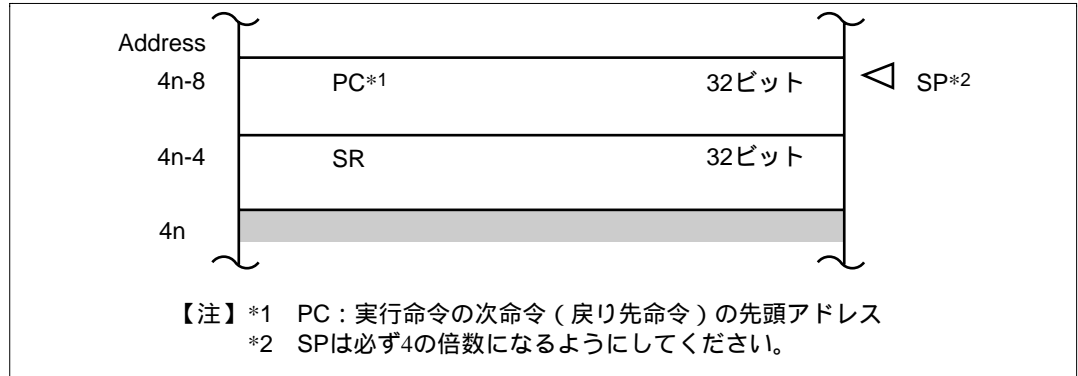

図 6.4 割り込み例外処理終了後のスタック状態
- (1) 割り込みコントローラに対して、各割り込み要求元から割り込み要求信号が送られます。
- (2) 割り込みコントローラでは、送られた割り込み要求の中から、割り込み優先レベル設定レジスタ A~H (IPRA ~ IPRH) に従って最も優先順位の高い割り込みが選択され、それより優先順位の低い割り込みは無視*されます。このとき、同一優先順位に設定された割り込み、または同一モジュール内の割り込みが複数発生した場合は、表 6.3 に示す「デフォルト優先順位」と「IPR 設定単位内の優先順位」に従って、最も優先順位の高い割り込みが選択されます。
- (3) 割り込みコントローラで選択された割り込みの優先レベルと CPU のステータスレジスタ (SR) の割り込みマスクビット (I3 ~ I0) とが比較されます。I3 ~ I0 ビットに設定されているレベルと同じか低い優先レベルの割り込みは無視されます。I3 ~ I0 ビットのレベルより高い優先レベルの割り込みだけが受け付けられ、CPU へ割り込み要求信号が送られます。
- (4) 割り込みコントローラが割り込みを受け付けると、 $\overline{\text{IRQOUT}}$ 端子からローレベルが出力されます。
- (5) 割り込みコントローラから送られた割り込み要求は、CPU が実行しようとしている命令のデコード時に検出され、その命令の実行が割り込み例外処理に置き換えられます (図 6.4 参照)。
- (6) ステータスレジスタ (SR) とプログラムカウンタ (PC) がスタックに退避されます。
- (7) SR の I3 ~ I0 ビットに、受け付けられた割り込みの優先レベルが書き込まれます。
- (8) 受け付けられた割り込みがレベルセンスまたは内蔵周辺モジュールからの割り込みだった場合、 $\overline{\text{IRQOUT}}$ 端子からハイレベルが出力されます。なお、受け付けた割り込みがエッジセンスだった場合は、(5) で CPU が実行しようとしていた命令を割り込み例外処理に置き換えた時点で $\overline{\text{IRQOUT}}$ 端子からハイレベルが出力されます。ただし、割り込みコントローラが受け付け中の割り込みよりレベルの高い他の割り込みを受け付けているときは、 $\overline{\text{IRQOUT}}$ 端子はローレベルのままです。
- (9) 受け付けられた割り込みに対応する例外処理ベクタテーブルから、例外サービスルーチン開始アドレスが取り出され、そのアドレスにジャンプして、プログラムの実行が開始されます。このときのジャンプは遅延分岐ではありません。
割り込み例外処理終了後のスタックの状態は、図 6.4 に示すようになります。